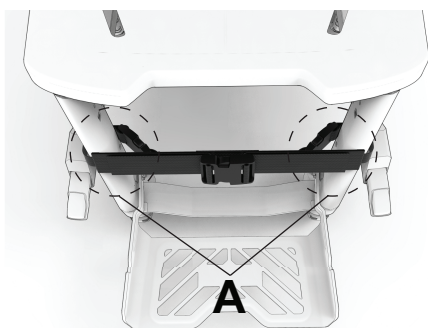

Figura 28 – Collegare le fibbie di sblocco laterali
1. Avvolgere le cinghie attorno alle gambe anteriori della poltrona e collegare le fibbie di sblocco laterali (A) (Figura 28).